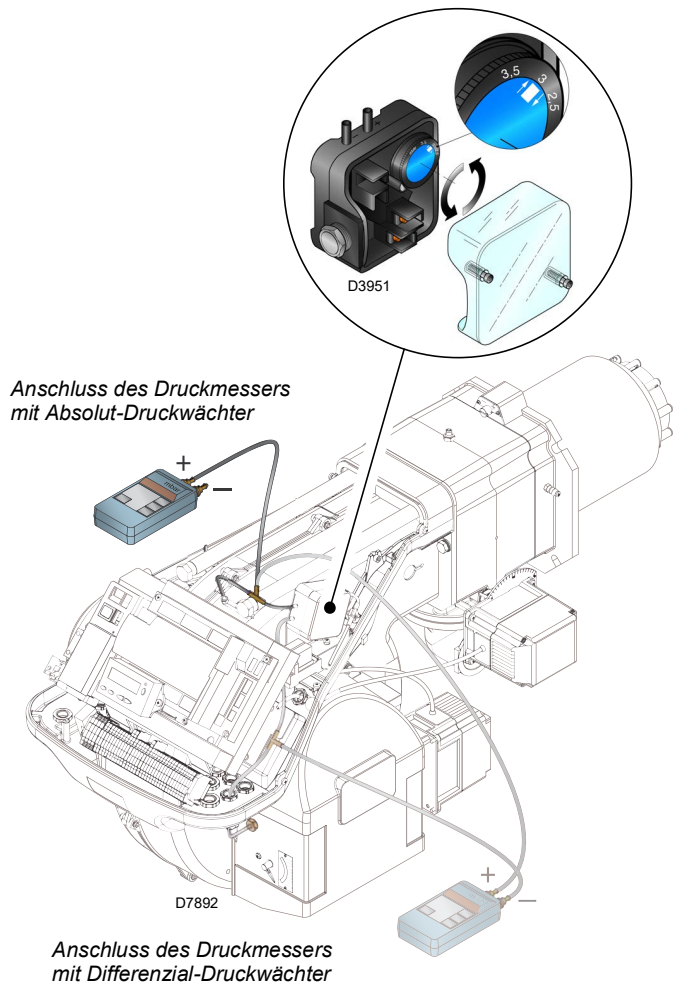

Abb. 29
- Den Luftdruckwächter (Abb. 29 auf Seite 32) auf den Skalenanfangswert stellen.
Einstellung des Luftdruckwächters (Abb. 29) nach Durchführung aller anderen Einstellungen des Brenners mit auf Skalenbeginn eingestelltem Luftdruckwächter ausführen.
Der Anschluss des Manometers ist auf der Abb. 29 angegeben. Die Standard-Konfiguration ist die des Luftdruckwächters, der in Absoluteinstellung angeschlossen ist. Es wird hier auf das Vorhandensein einer „T“-Verbindung (nicht im Lieferumfang enthalten) hingewiesen.
In diesem Fall muss auch das Manometer im Differenzial-Modus angeschlossen werden; siehe Abb. 29.